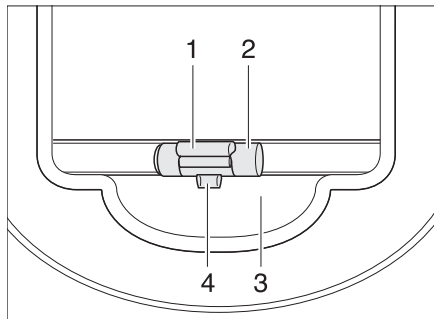

Fig. 28 Persiana oscurecedora enrollable
- Tirar del asidero (Fig. 28,2) de la persiana oscurecedora enrollable hacia abajo y dejar que engatille.
- Tirar del asidero (Fig. 28,2) de la persiana oscurecedora enrollable ligeramente hacia abajo y presionar el listón de desbloqueo (Fig. 28,1) hacia fuera. El bloqueo (Fig. 28,4) se libera del alojamiento (Fig. 28,3).